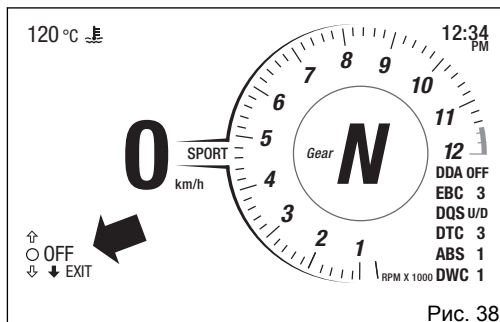

Рис. 38
- будет отображен текущий уровень (Рис. 38).